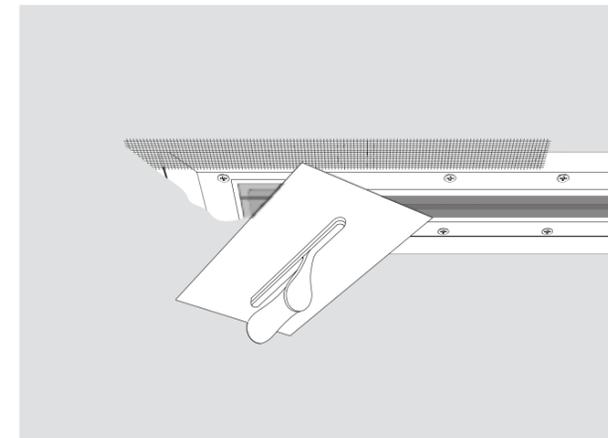

Abb. 5
6. Verspachteln Sie die Fugen anschließend gleichmäßig unter Beifügen eines Gewebebandes an den Kanten (Abb. 5).